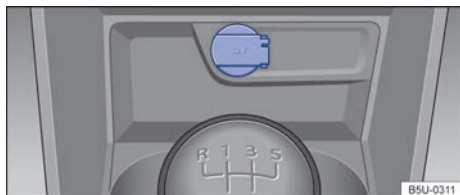

Fig. 123 En la consola central delantera: toma de corriente de 12 V.
- En la consola central delantera → fig. 123.